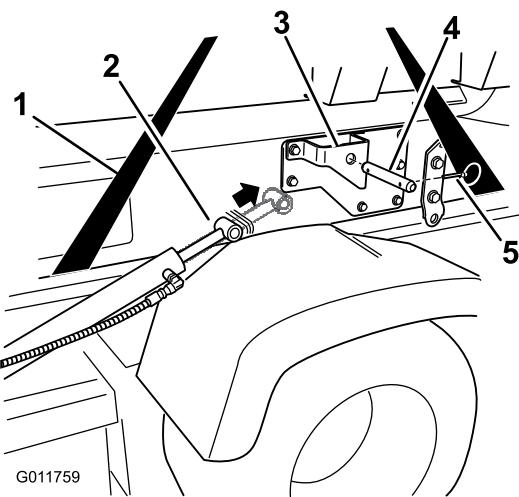

図 20
5. 昇降シリンダをタンク台のブラケットまで伸ばす。タンク台の各ブラケットについている取り付け穴にそれぞれのシリンダ・アームを合わせる（図 20）。